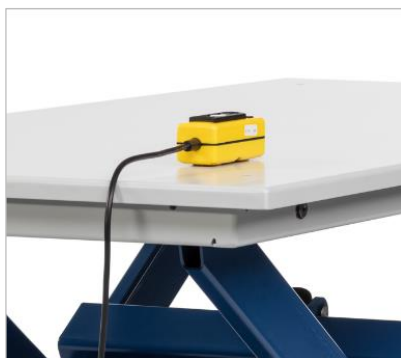

Figure 7 : unité de bouton-poussoir
- Le réglage en hauteur du plateau de travail s'effectue à l'aide de l'unité de bouton-poussoir amovible (voir ⇒ Figure 7), qui peut être fixée magnétiquement au cadre de support pour un gain de place et un accès rapide.